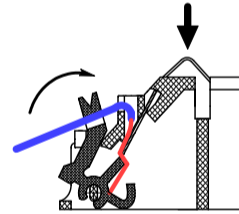

Рисунок 2
- вести в канал провод и зафиксировать его, поджав кнопку-зажим до упора (рисунок 2);
- проверить надежность соединения для чего необходимо надавить на изгиб контакта, имитируя нажим извещателем (см. рисунок 2) и потянуть провод на себя;
- завести провод в паз, расположенный на кнопке-зажиме (рисунок 2).